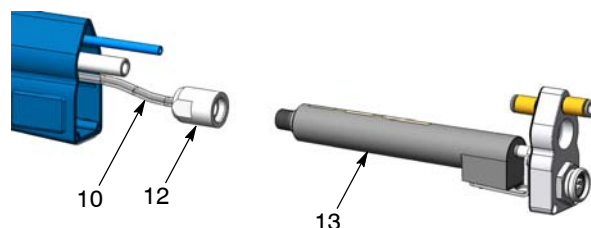

Рис. 39 Отсоединение кабеля электрода
8. См. рис. 39. Отвернуть гайку множителя (12) с множителя (13).
3. См. рис. 39. Вставить в множитель пружинный конец кабеля электрода (10) до конца, а затем плотно затянуть гайку множителя (12) на множителе.